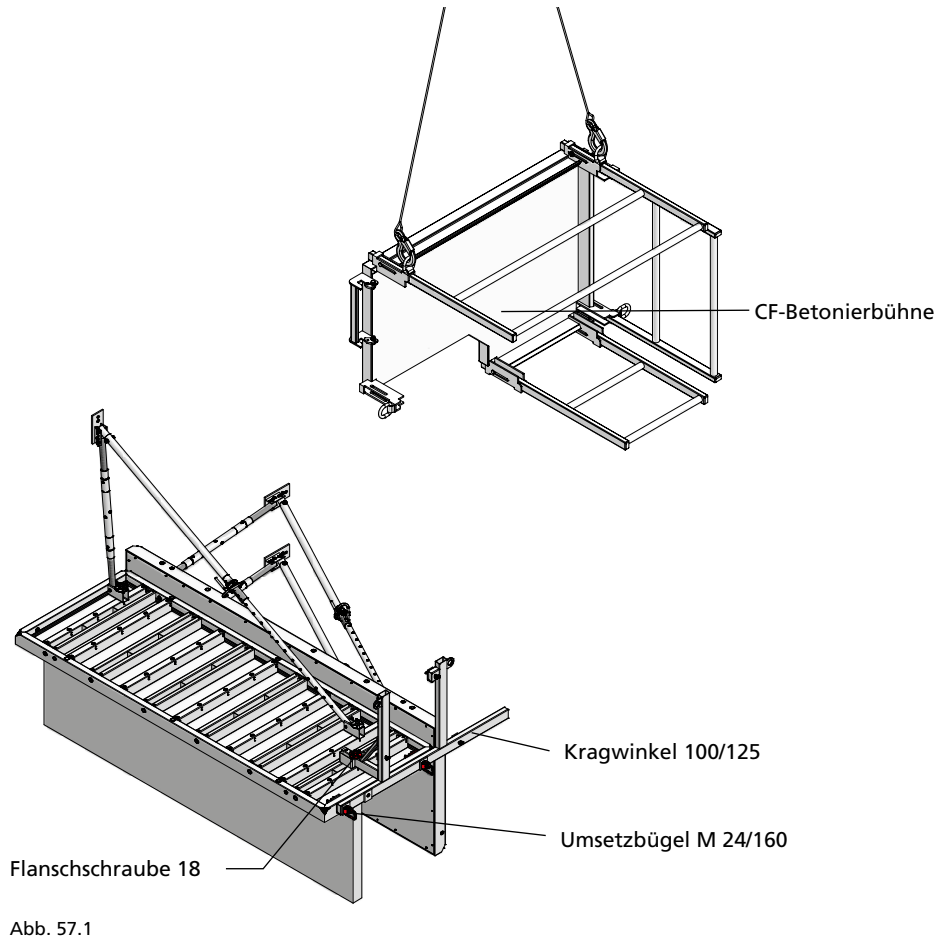

Abb. 57.1
1. Den Kragwinkel 100/125 mit 2 Umsetzbügeln M 24/160 auf dem Rahmen des Stützelementes durch die beiden Transportlöcher befestigen. Die am Kragwinkel integrierte Konsole mit einer Flanschschraube 18 an der Funktionsmutter des Stützelementes festschrauben (Abb. 57.1).
2. Das Geländer an der Betonierbühne hochklappen. Dann ein 2-Strang-Krangehänge an den Kranösen der Betonierbühne anbringen (Abb. 57.1).